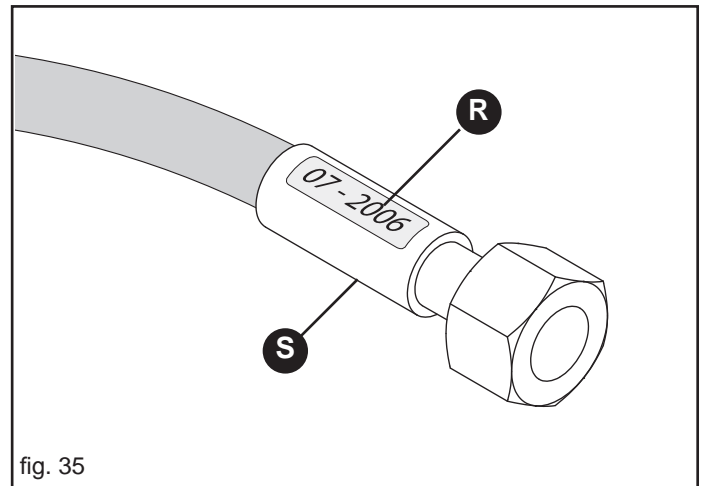

fig. 35
Auf Abbildung 35 (R) ist ein Beispiel zum Produktionsjahr der ölhydraulischen Rohre angegeben.
- Lecks in der Nähe der Einlagen (S, Abb. 35);
- Korrosion der Einlagen (S, Abb. 35);
- mehr als 5 Jahre seit dem Produktionsdatum vergangen sind (R, Abb. 35).